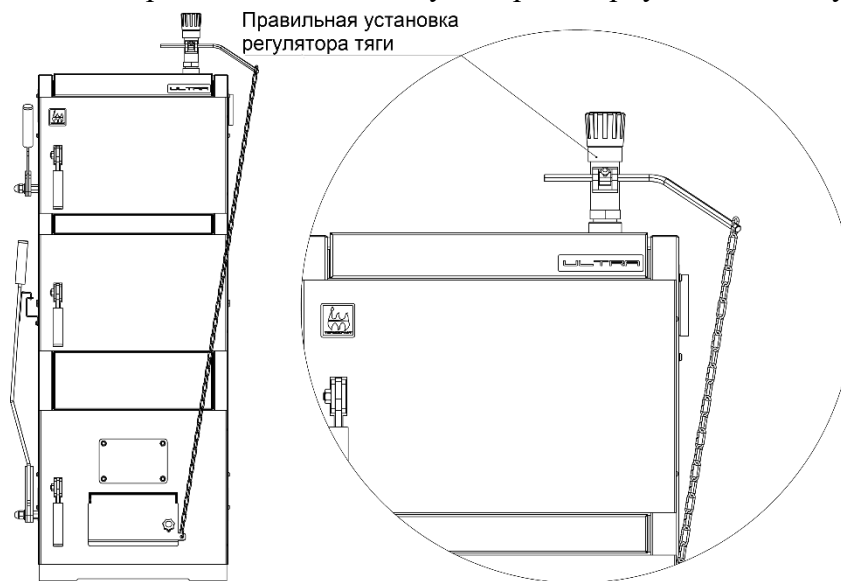

Рис. 15 Установка регулятора тяги
2. Выньте транспортировочную пластмассовую трубку и вместо нее вставьте шестигранный рычаг передней стороной, в которой нет отверстия и зафиксируйте рычаг затянув винт. Вставьте большой крючок цепочки в отверстие рычага. Регулятор тяги при этом должен быть установлен зажимным винтом вверх (рис. 15).